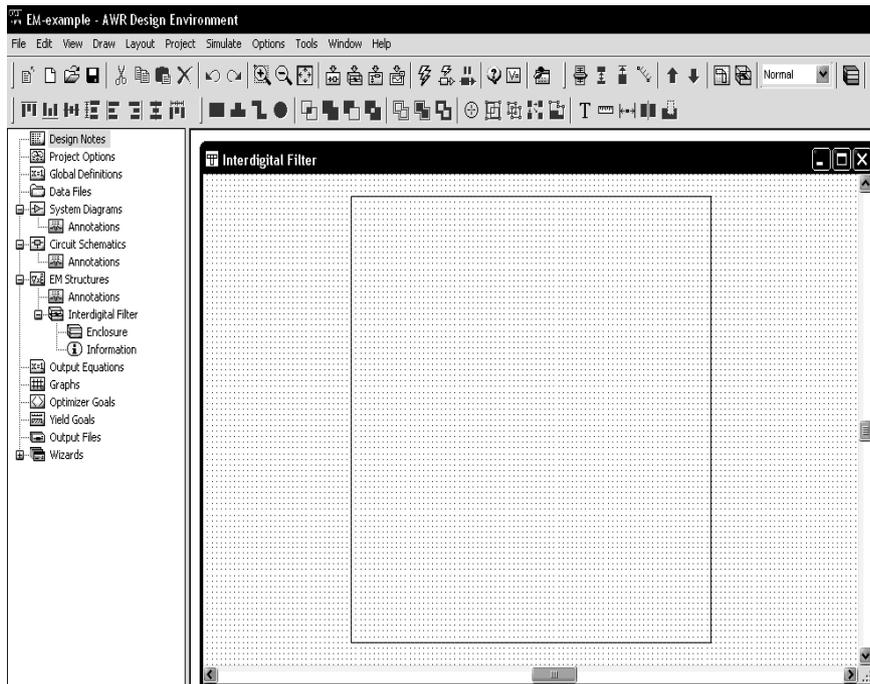

Рис. 5.1
2. Наберите **Interdigital Filter** (Встречноштыревой фильтр) в поле **Enter a name for the EM Structure** (Ввод имени для электромагнитной структуры), отметьте **AWR EMSight Simulator** и нажмите **Create**. На рабочем поле открывается окно электромагнитной структуры (рис. 5.1).
4. Дважды щёлкните левой кнопкой мышки по подгруппе **Enclosure** (Корпус) в дереве стержневого фильтра **Interdigital Filter** (в группе **EM Structures**) в окне просмотра проекта (см. рис. 5.1) или щёлкните левой кнопкой мышки по значку **Substrate Information** (Информация о подложке) на панели инструментов.